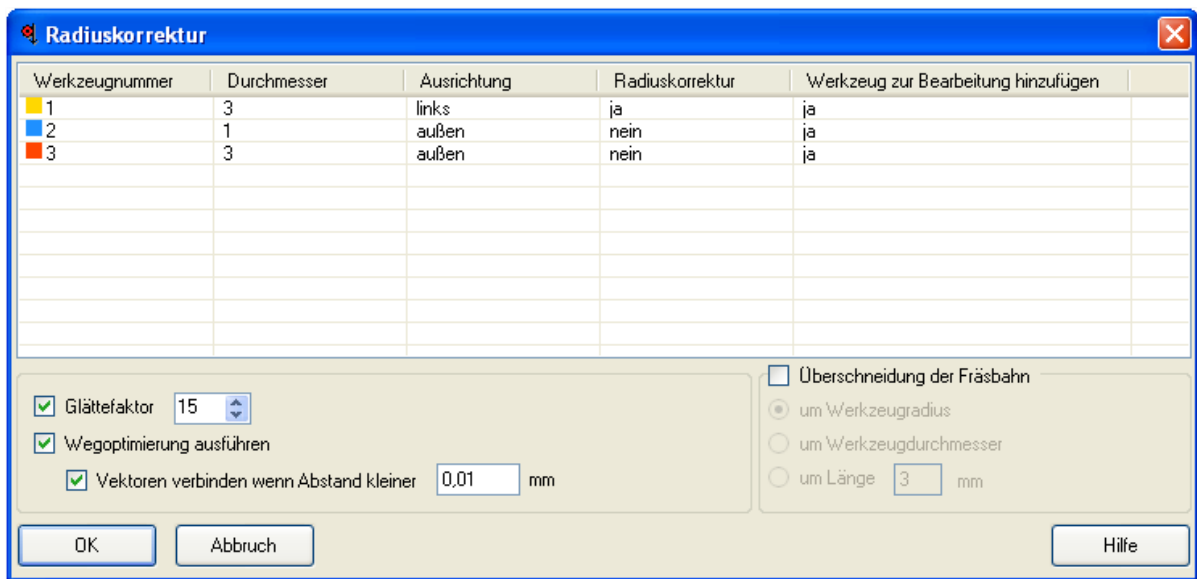

Abbildung 4: Dialogfenster für Radiuskorrektur Berechnung.
3. Die Radiuskorrektur kann für die komplette Zeichnung berechnet werden (siehe Abbildung 4). Dabei gibt es folgende Einstellungsmöglichkeiten: